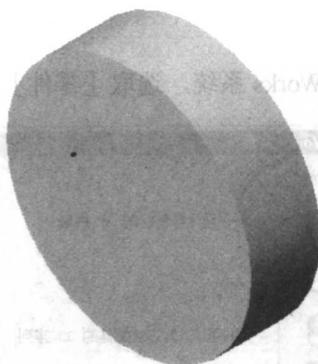

图 2-6 拉伸凸台/基体
STEP4 点击 (拉伸凸台/基体)，伸长 10mm，如图 2-6 所示。